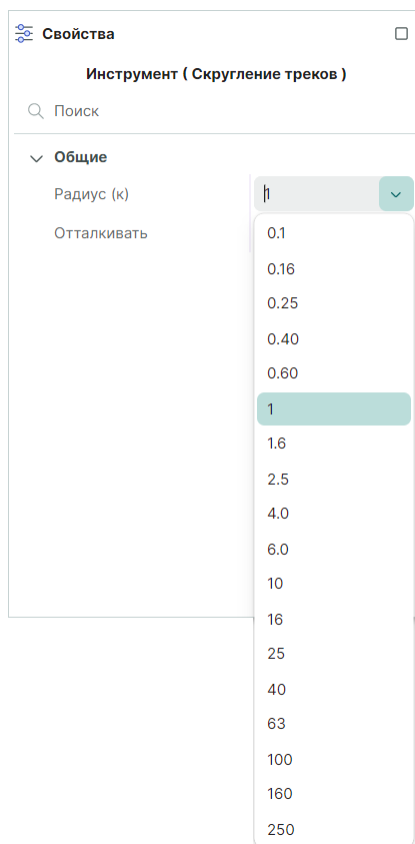

Рис. 284 Доступные значения радиуса скругления
2. В панели «Свойства» в поле «Радиус (к)» введите значение коэффициента скругления или выберите из выпадающего списка, см. Рис. 284.